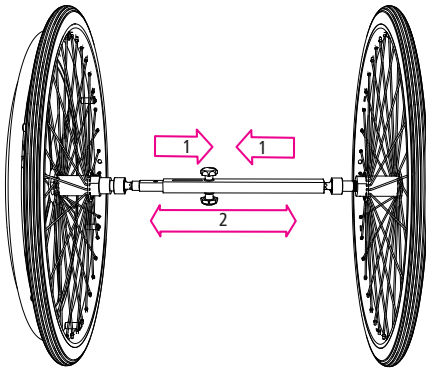

Abb.14
2. Dafür greifen Sie die Verbindungsstange und ziehen sie zur Mitte zusammen (1, Abb. 14).
4. Wenn der Einhandantrieb wieder eingesetzt werden soll, muss der Rollstuhl zunächst entfaltet werden (Kapitel 3.1). Die federbelastete Verbindungsstange kann dann wieder auf die Achsen des Einhandantriebs montiert werden (2, Abb. 14).